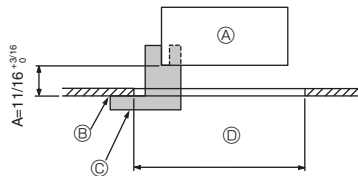
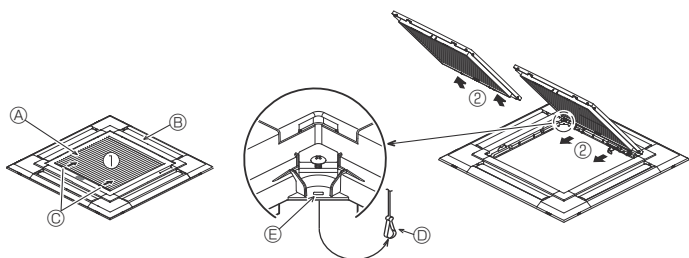
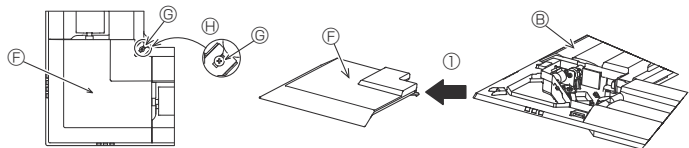

Fig. 9-2
Fig. 9-3
Fig. 9-4
①	Grille	1	950 × 950 (mm), 37-3/8 × 37-3/8 (pouces)
②	Schéma d'installation	1	(divisé en 4 parties)
③	Vis (4 × 16)	1	pour PLA-A-EA*
④	Panneau en coin i-see sensor	1	pour PLA-A-EA*
9.2. Préparation avant d'attacher la grille (Fig. 9-2)
- À l'aide de la jauge ② fournie avec ce kit, ajustez et vérifiez la position de l'appareil principal par rapport au plafond. Si l'appareil principal n'est pas correctement positionné par rapport au plafond, des fuites d'air peuvent se produire et provoquer un phénomène de condensation.
- ① Appareil principal
- ② Surface du plafond
- ③ Schéma d'installation ② (inséré dans l'appareil principal)
- ④ Dimensions de l'ouverture dans le plafond
9.2.1. Retrait de la grille d'admission (Fig. 9-3)
- Pour ouvrir la grille d'admission, faire glisser les leviers dans le sens indiqué par la flèche ①.
- Lorsque la grille se trouve en position "ouverte", retirer la charnière de la grille d'admission comme indiqué par la flèche ②.
9.2.2. Retrait du panneau en coin (Fig. 9-4)
- Dévissez les 4 vis de coin. Pour retirer le panneau, faites-le glisser dans le sens indiqué par la flèche ①.
[Fig. 9-3] [Fig. 9-4]